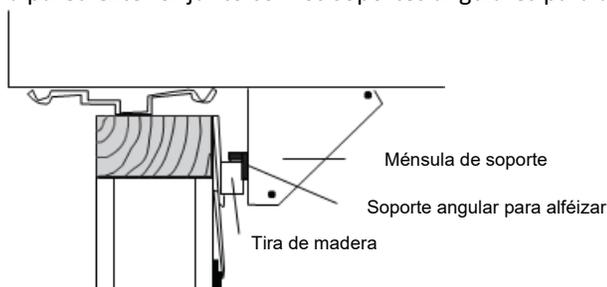

Figura 7
**NOTA:** Revise que el aire acondicionado tenga una inclinación hacia atrás de entre 1 1/4" (31,75 mm) y 1 5/8" (41,3 mm) (inclinación de 3° a 4° hacia abajo y hacia afuera). Si instaló correctamente la unidad, no debería desbordarse agua condensada del orificio de drenaje durante el uso normal. Si esto sucede, corrija la inclinación (Figura 7).